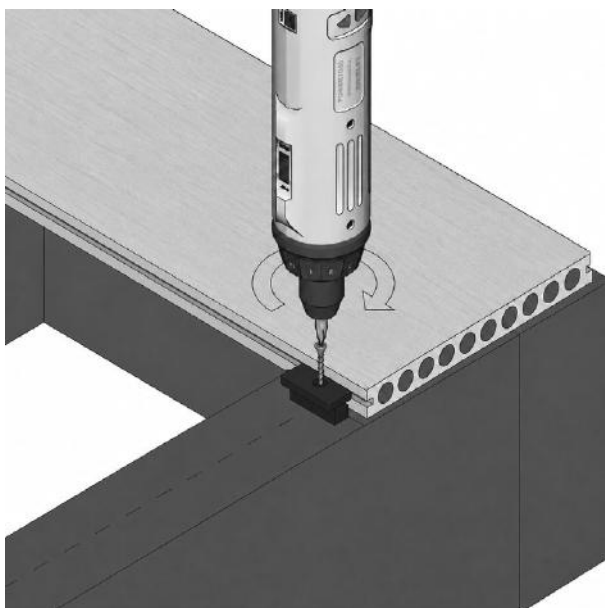

FIG. 4 - BORGSCHROEF IN DE VERDEKTE CLIP GEDREVEN
- 03 Voor 6 mm verdekte clips schroeft u licht vast; draai op dit punt nog niet aan (fig. 4). Voor 3 mm verdekte clips draait u de schroef op dit punt volledig aan.